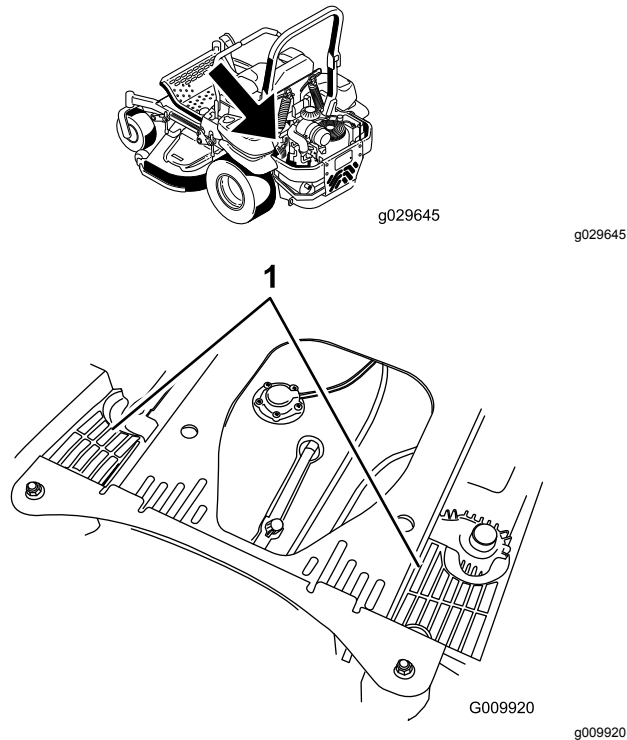

Figura 76
4. Limpie cualquier residuo o hierba de las cubiertas de las unidades hidráulicas (Figura 76).